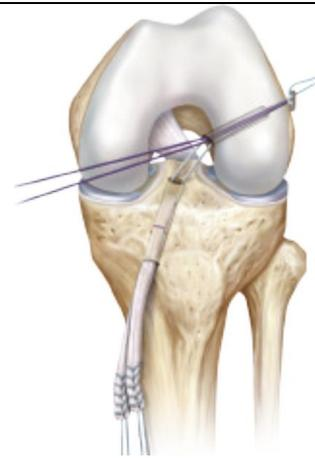

figura 1
1. Realize as perfurações do túnel da tíbia e do côndilo femoral de acordo com o ligamento cruzado a ser reconstruído (**figura 1**).
2. Introduza o button previamente amarrado ao tendão (não objeto desse registro) (**figura 1**).